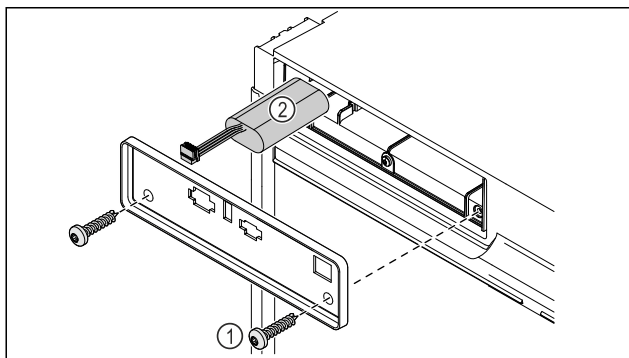

Fig. 228
- ▶ Skru ut skruene og ta av dekslet på baksiden av apparatet Fig. 228 (1).
- ▶ Koble fra og ta ut batteriet Fig. 228 (2).